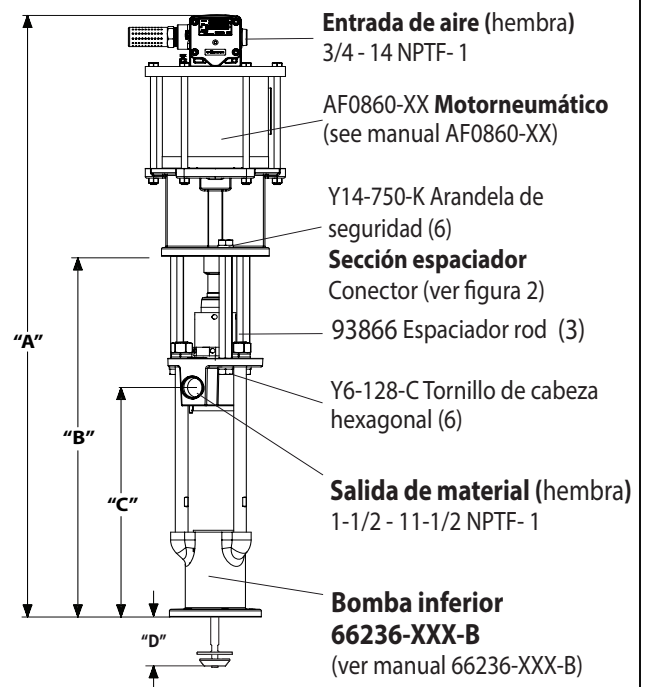

Figura 1
- Retirar los tres tornillos (Y6-128-C) y el bloqueo (Y14-750-K) arandelas de las tres (93866) espaciador rod (ver figura 1).